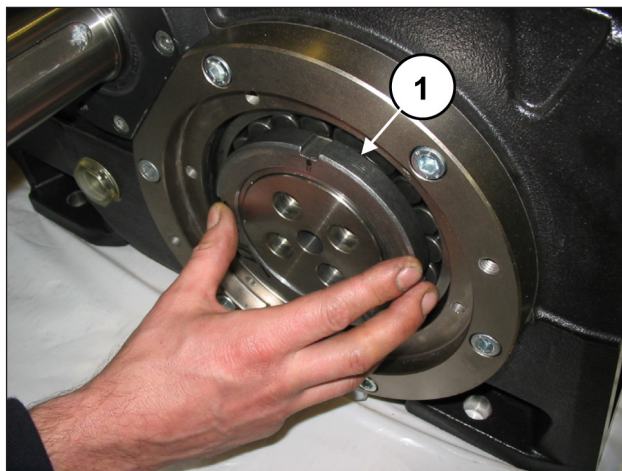
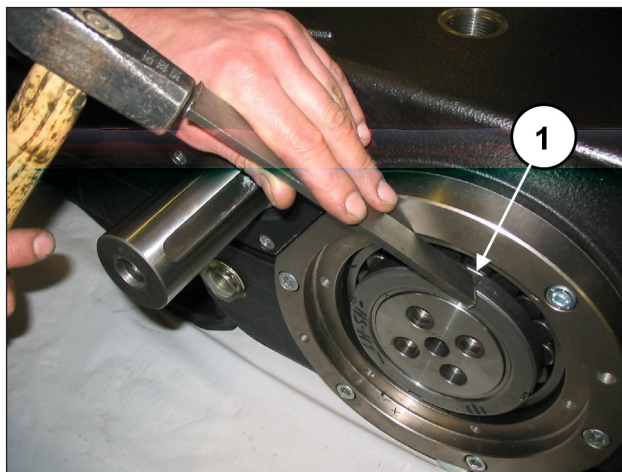

Abb. 15
Abb. 16
Drehen Sie auf einer Seite eine Nutmutter Typ SKF KM20 auf die Druckbuchse (Pos. ①, Abb. 15), lösen Sie die Buchse dann mit einem Schlagwerk (Pos. ①, Abb. 16), ohne sie jedoch herauszuziehen.